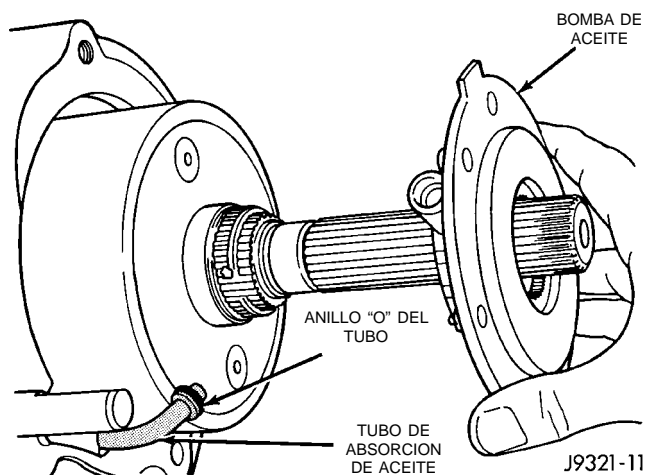

Fig. 76 Instalación de la bomba de aceite
- (1) Instale un nuevo anillo "O" en el extremo con pestaña del tubo de absorción de aceite.
- (2) Instale la bomba de aceite (Fig. 76).